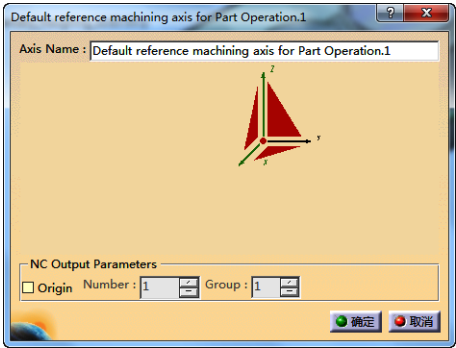

图 6-5 “Default reference machining axis for Part Operation.1”对话框（1）
- 单击“Part Operation”对话框中的 Default reference machining axis system 按钮 ，弹出“Default reference machining axis for Part Operation.1”对话框（1），如图 6-5 所示。